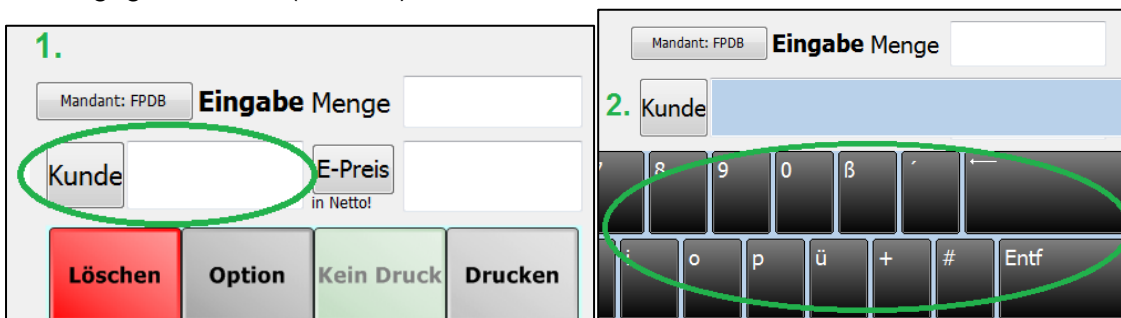

Abbildung 9
- Durch Aktivieren der Zusatzangabe (Abb. 7) kann der Name, KFZ-Kennzeichen o.ä. auf dem Bon mit ausgedruckt werden (Abb. 9 links)
Die sichtbare Schaltfläche hier „KFZ“ (Abb. 9 links) betätigen, danach erscheint die Eingabetastatur und dort geben Sie den gewünschten Text ein (Abb. 9 rechts). Wenn Sie mit der Eingabe fertig sind betätigen Sie nochmals die Schaltfläche hier „KFZ“ und die Tastatur wird ausgeblendet. Im Kassenbeleg erscheint dann der eingegebene Text (Abb. 10).